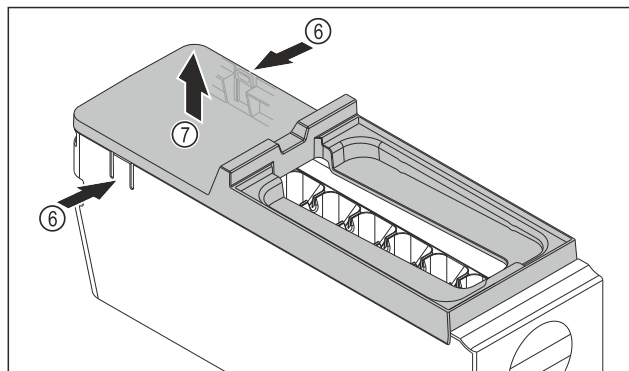

Fig. 107
- ▶ Снимите крышку корпуса EasyTwist-Ice: Надавите рукой на наклейки Fig. 107 (6) с обеих сторон корпуса EasyTwist-Ice.
- ▶ Другой рукой снимите крышку Fig. 107 (7) по направлению вверх.